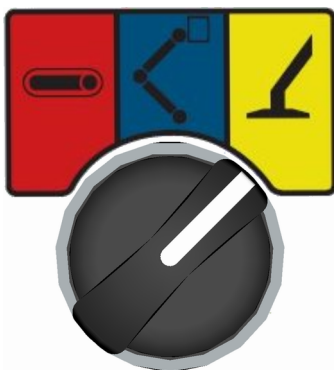

Abb. 131: Stützenfunktion
9. → Den Knebelschalter (Abb. 131) am Bedienpult auf Stützenfunktion (gelb) stellen.